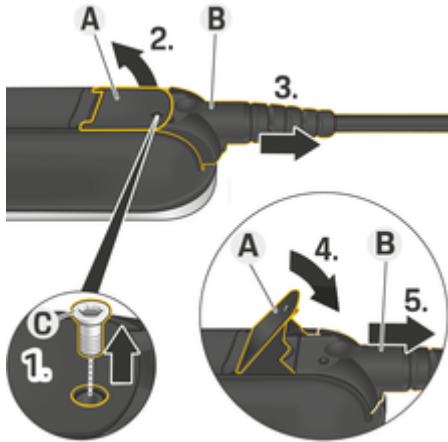

Fig. 58 Desligar cabos
1. Retire o parafuso **C** (Fig. 58) com uma ferramenta adequada.
2. Levante alavanca **A** (Fig. 58).
3. Puxe a ficha **B** (Fig. 58) para fora até sentir resistência.